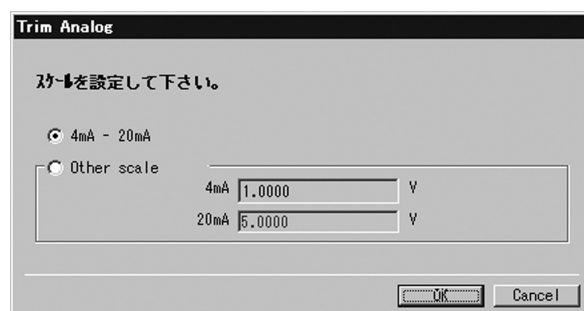

図74
- ③ 図74のようなメッセージボックスが現れますので、アナログの調整を4~20mAのスケールで行うか、その他のスケール(Other scale)で行うかを選択し、「OK」ボタンをクリックしてください。
- ④ 図74のメッセージボックスにて「4mA~20mA」を選択し「OK」ボタンをクリックした場合、図75のようなメッセージボックスが現れますので、4mA、20mAのどちらの調整を行うかを選択します。ここでは4mAの調整を行い、続いて20mAの調整を行う順番で説明します。
- ⑦ 調整を途中で止める場合は「Cancel」ボタンをクリックし、以後のメッセージに従ってください。
- ⑧ 図74のメッセージボックスにて「Other scale」を選択した場合、図77のようにその他のスケールの入力が可能となります。上段(4mA側)に4mAの出力に相当するアナログ値(ここでは1V)を入力すると、それに対応した値が自動的に下段(20mA側)に入力されます。